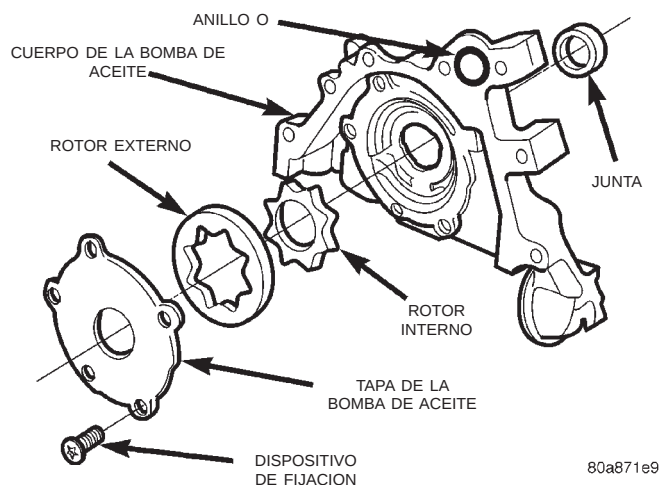

Fig. 99 Bomba de aceite
- (1) Limpie todas las partes a fondo. La superficie de contacto de la bomba de aceite debe estar lisa (Fig. 99). Reemplace la tapa de la bomba si está rayada o presenta ranuras.